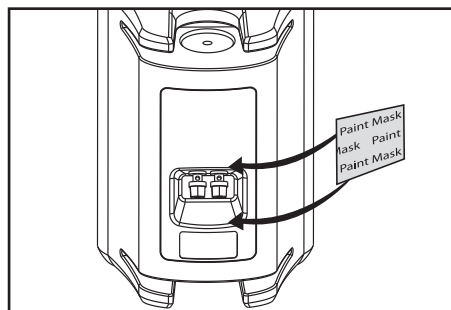
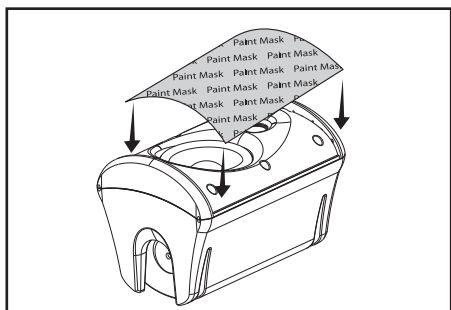

FIGURE 5
FIGURE 6
2. Mask off the binding posts on the back of the speaker [figure 5], the end panels and bracket knobs, and carefully mask off the front of the speakers to protect the drivers and baffles while painting [figure 6]. The grille features an engraved logo pod. You can mask this off or paint right over it.
2. Masquez les bornes situées à l'arrière de l'enceinte (figure 5), les panneaux d'extrémité et la portion filetée (vis) des boutons des supports, puis masquez la surface avant des enceintes avec soin pour protéger les haut-parleurs et les baffles lors de l'application de la peinture (figure 6). La grille est dotée d'un logo – vous pouvez le masquer ou le peindre.